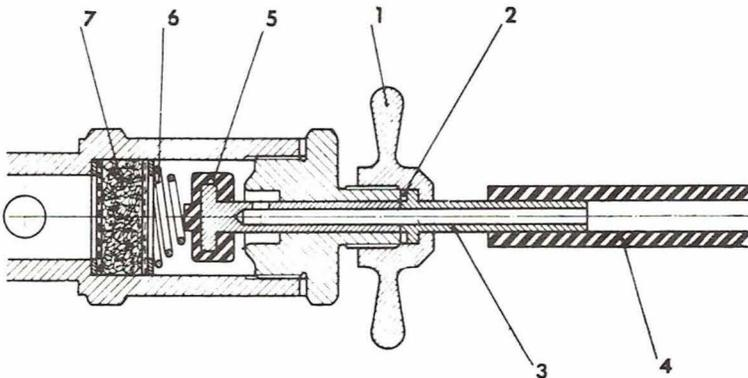

Fig. 11.3. - Empalme para inflar neumáticos.
- e) Válvula accionamiento frenos (fig. 11.3).
i) **Válvulas de inflar neumáticos (fig. 11.3).**
Basta sacar el tapón y conectar la extremidad de la manguera, roscándola con el rácor, el cual a su vez abrirá la válvula quedando el circuito de aire conectado al neumático (fig. 11.3).
Ya efectuado el inflado, desenroscar la extremidad de la manguera y el muelle (6, fig. 11.3) cerrará de nuevo la válvula. Finalmente, montar el tapón para protección del rácor de empalme.
El aire suministrado al neumático queda filtrado por un tejido de malla de nailon (7, fig. 11.3).